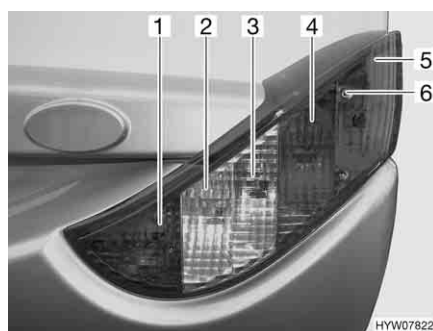

Fig. 245 Luci posteriori (lato anteriore)
- Svitare le tre viti ad esagono cavo (Fig. 245,6).